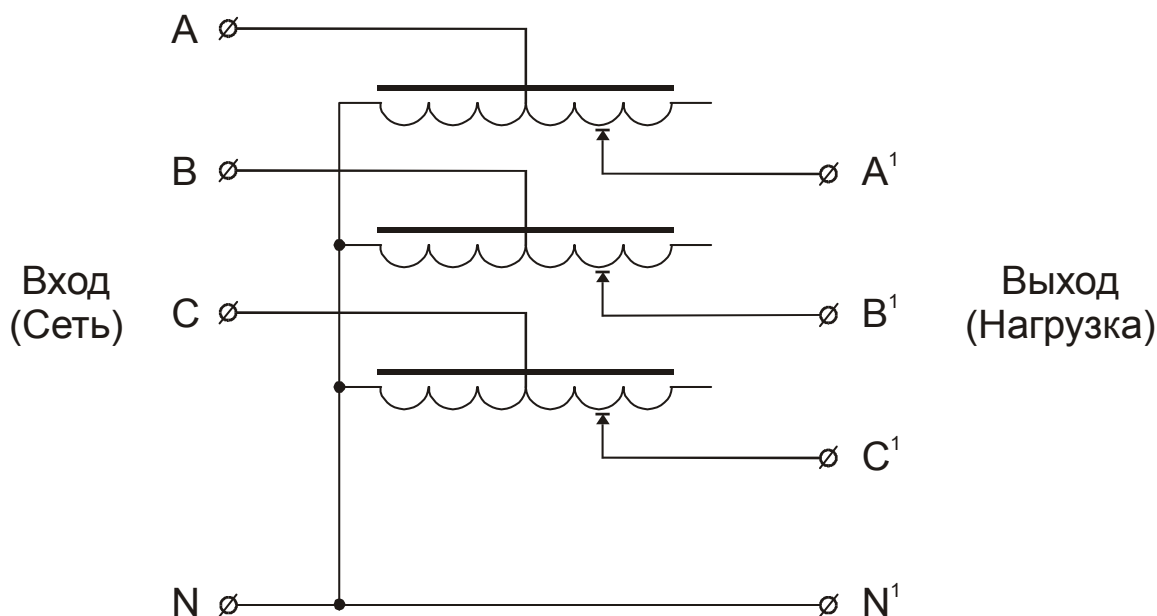

Рис.1 Схема включения автотрансформатора
Регулирования напряжения в широких пределах при определенной мощности нагрузки обеспечивается изменением коэффициента трансформации. Это осуществляется за счет перемещения контакта подключения нагрузки по обмотке автотрансформатора ( см. рис.1).
**Внимание!** Запрещается подключать изделие по любой другой схеме, отличной от указанной на рис.1.